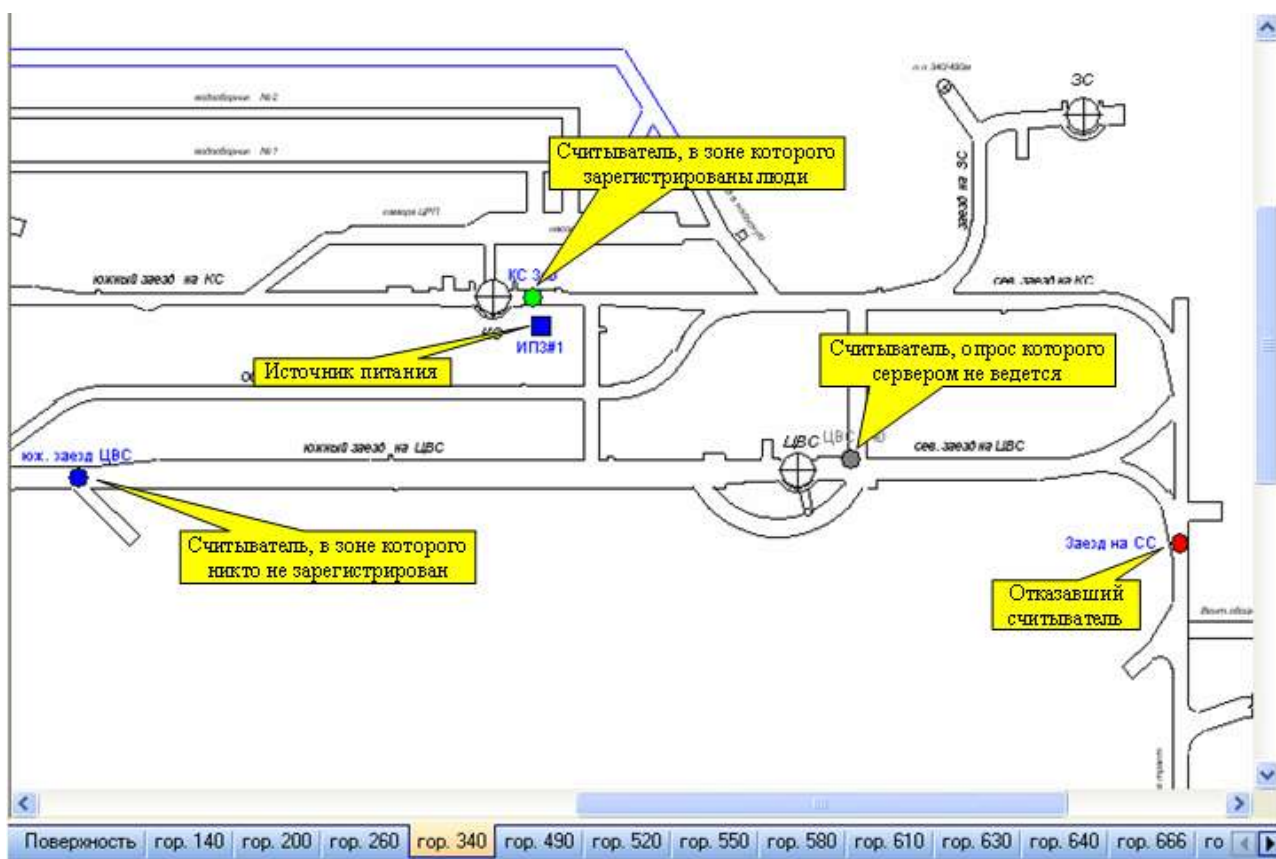

Рисунок 3 – Область планов горных выработок
3.3.1 На области отображения планов горных выработок отображается мнемосхема шахты (рисунок 3). При необходимости схема шахты может быть разделена на несколько мнемосхем. При этом переключение между мнемосхемами осуществляется при помощи вкладок , расположенных в нижней части области отображения планов горных выработок.
3.3.4 На плане горных выработок с помощью условных обозначений отмечены места установки считывателей и источников питания (рисунок 3).